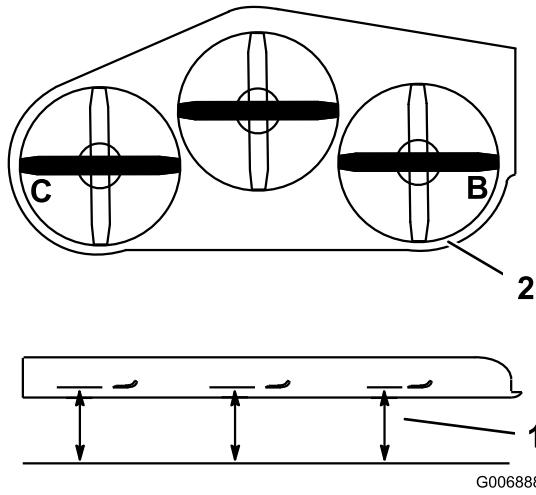

Figure 91
4. Mesurez la distance aux points **B** et **C** entre une surface plane et le bord coupant des pointes des lames (Figure 91).